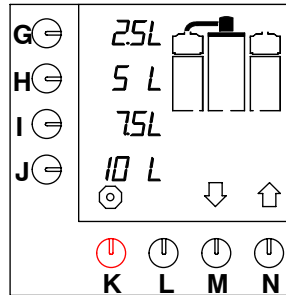

Fig. 8 Pantalla inicial
- El piloto indicador del interruptor se encenderá. El display mostrará los ajustes vigentes por estandar, ver fig. 8.